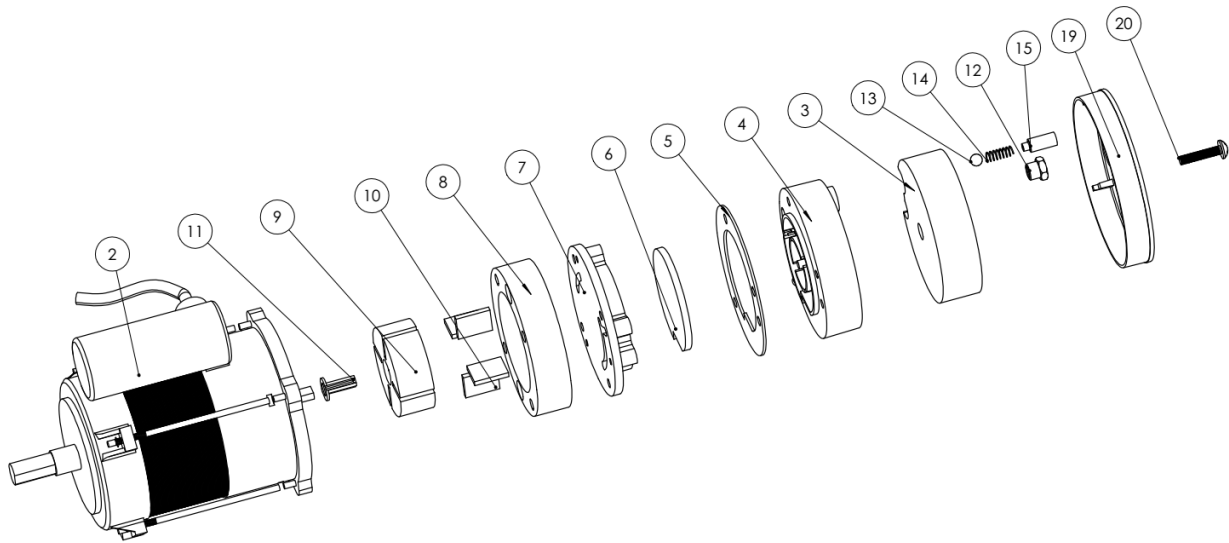

Fig.2
Nettoyer les filtres à air. Enlevez la couverture de fin de filtre (19), laver le filtre d'aspiration (3) en utilisant un détergent léger et sec cela à fond avant réinstallation. Remplacez le filtre de livraison aérien (6) une fois par an (Fig.2)